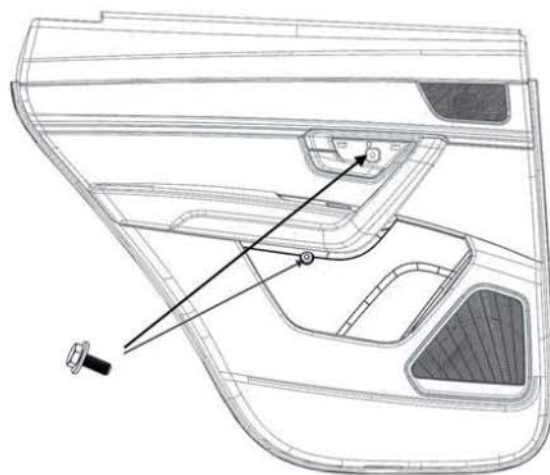

图 9-1-2 左后门螺钉拆卸示意图
- (2) 如图9-1-2，用10号套筒将圆圈处的螺栓拆下（2个）。